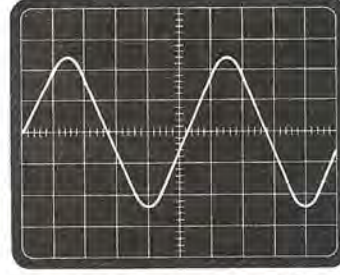

Fig. 19 Sul terminale TP.7 la frequenza di 19.000 Hz anziché risultare ad onda quadra la ritroveremo sinusoidale come vedesi in questa foto.
19.000 Hz circa, cioè la frequenza della portante, però controllando all'oscilloscopio la forma d'onda presente in questo punto non vedremo più un'onda quadra, bensì un'onda sinusoidale (vedi fig. 19) la cui ampiezza si aggira sui 9-10 volt picco-picco.